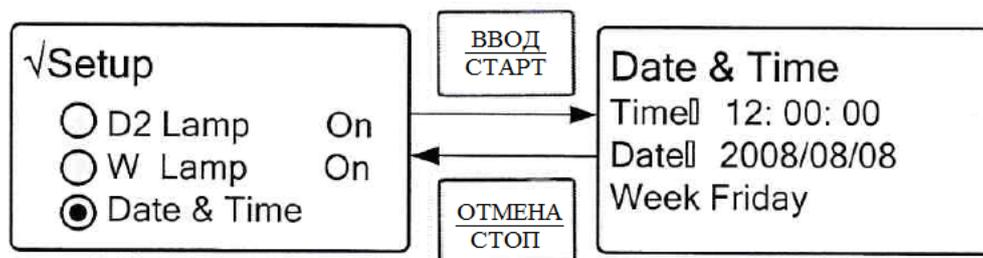

Рисунок 23. Меню установки даты и времени
2.5.2.3. “Date & Time” – функция установки даты и времени в память спектрофотометра. С помощью кнопок “▲” и “▼” выберите строку Date & Time и нажмите кнопку “ВВОД/СТАРТ”. В появившемся меню установите дату и время (см. рис. 23).